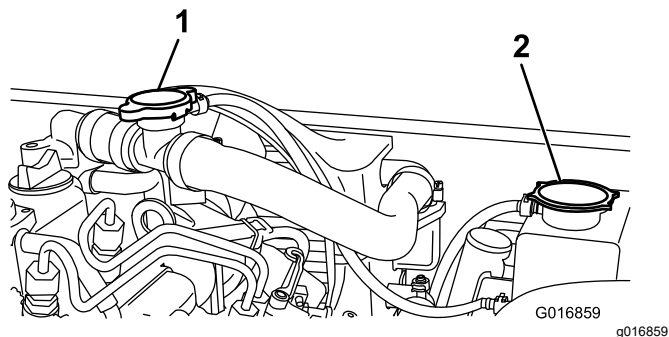

Figure 49
2. Enlevez le bouchon du réservoir de trop-plein du radiateur (Figure 49).
2. Enlevez le bouchon de remplissage (Figure 49) et faites le plein de liquide de refroidissement.
3. Remettez le bouchon de remplissage en place et retirez le bouchon du réservoir de trop-plein (Figure 49).